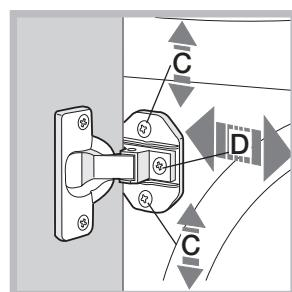

Abb. 7
- Drehen Sie die Schrauben **C** und **D** wie in Abb. 7 angegeben, um die Position des Holzpanels in vertikaler und horizontaler Richtung einzustellen.